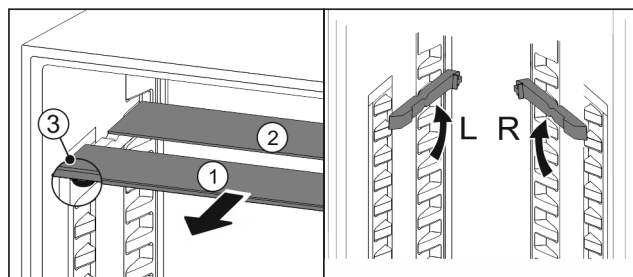

Fig. 19
- ▶ Glasplaten afzonderlijk vanaf de voorkant eruit trekken Fig. 19 (1).
- ▷ Glasplaat Fig. 19 (1) met sierlijst ligt voor.
- ▷ Stops Fig. 19 (3) zijn naar onder gericht. Apparaten met vriesvak.*